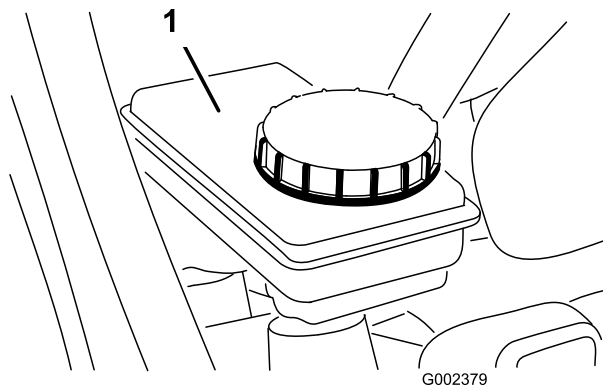

Figura 55
5. Assicuratevi che il livello del fluido raggiunga la linea di pieno nel serbatoio (Figura 55).
6. Se il livello è basso, pulite attorno al tappo del serbatoio, rimuovete il tappo e rabboccate fino al livello opportuno con l'olio dei freni specificato (Figura 55).